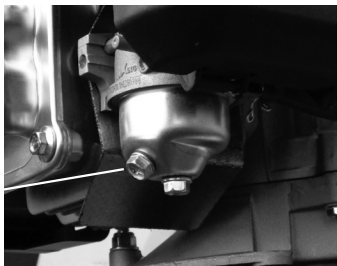

Рис. 16 Сливной болт поплавковой камеры карбюратора
2. Для LM5127 - слейте топливо из карбюратора (Рис. 16). Для этого: открутите сливной болт 1 поплавковой камеры карбюратора; для LM5127BS - доступ к сливной пробке карбюратора ограничен, поэтому перед постановкой на хранение полностью выработайте топливо в карбюраторе.